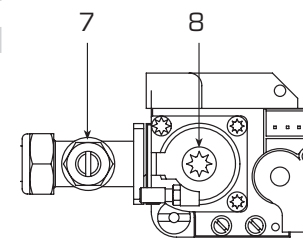

Рис. 5
Регулятор водотока (8 Рис.5) срабатывает, выключая горелку, если обнаруживается, что в котле нет воды, формируются воздушные мешки в теплообменнике; не работает циркулятор, или засорился фильтр контура отопления "Aqua Guard Filter System".
Для регулировки мощности санитарной воды используется регулятор мощности клапана реле давления (5 Рис.5).
В случае уменьшения мощности санитарной воды необходимо прочистить фильтр (3 Рис.5), установленный у входа клапана реле давления.
- 2) С помощью регулирующего болта OFF-SET (8 Рис.5) откалибровать минимальное давление газа пока не будет достигнуто значение ммН2О, как это указано на таблице:
- 4) С помощью газовой заслонки (7 Рис.5) откалибровать максимального давления газа пока не будет достигнуто значение ммН2О, как это указано на таблице:
- Для исправления CO2 при мощности "MIN" используйте болт OFF-SET (8 Рис.5).
- Для исправления CO2 при мощности "MAX" используйте газовую заслонку (7 Рис.5).